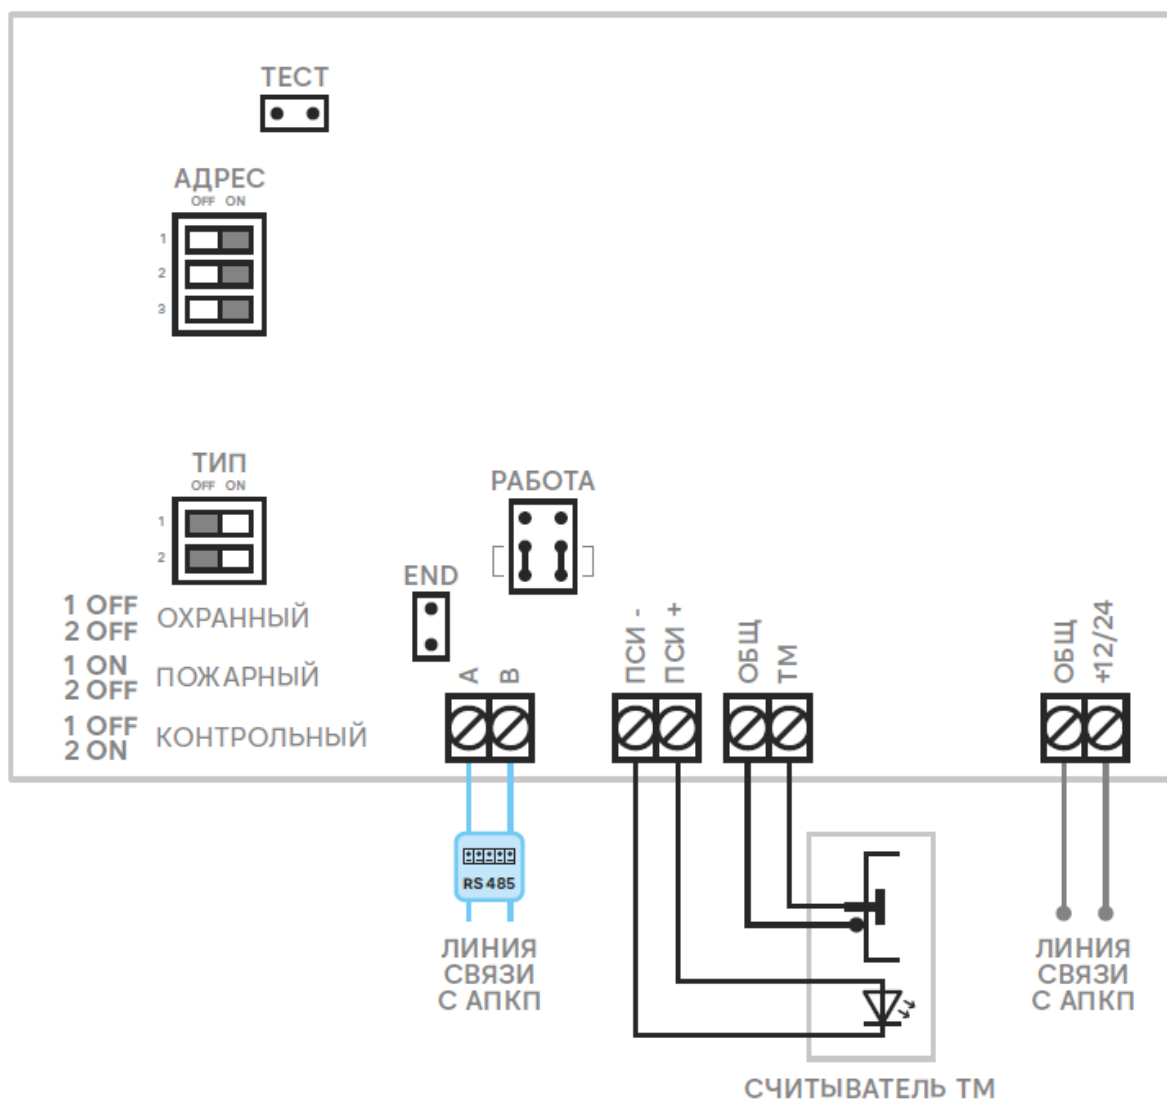

Рис.3. Расположение клемм подключения на плате индикации ПСИ
6.1.3. На плате ПСИ (рис.3) расположены клеммы:
6.1.4. На плате ПСИ рис.3 расположены переключатели и джамперы (перемычки):
Подключить ПСИ к линии связи с АПКП (RS-485) и к блоку питания (рис.3). Подключить «терминатор», установив на плате ПСИ джампер "END". При установке в линии нескольких пультов управления «терминатор» устанавливают на самом дальнем от АПКП устройстве, на остальных устройствах в линии джампер "END" удалить.